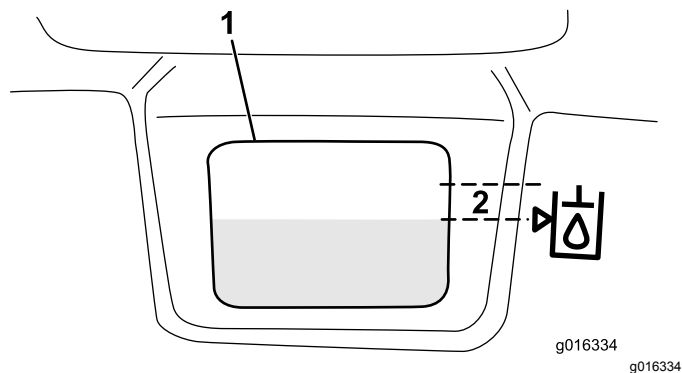

图33
3. 将适当的液压油缓慢注入油箱、直至油位达到油箱前面白色窗口旁边符号箭头所指的 6mm 或以下位置图33。切勿过量添加。